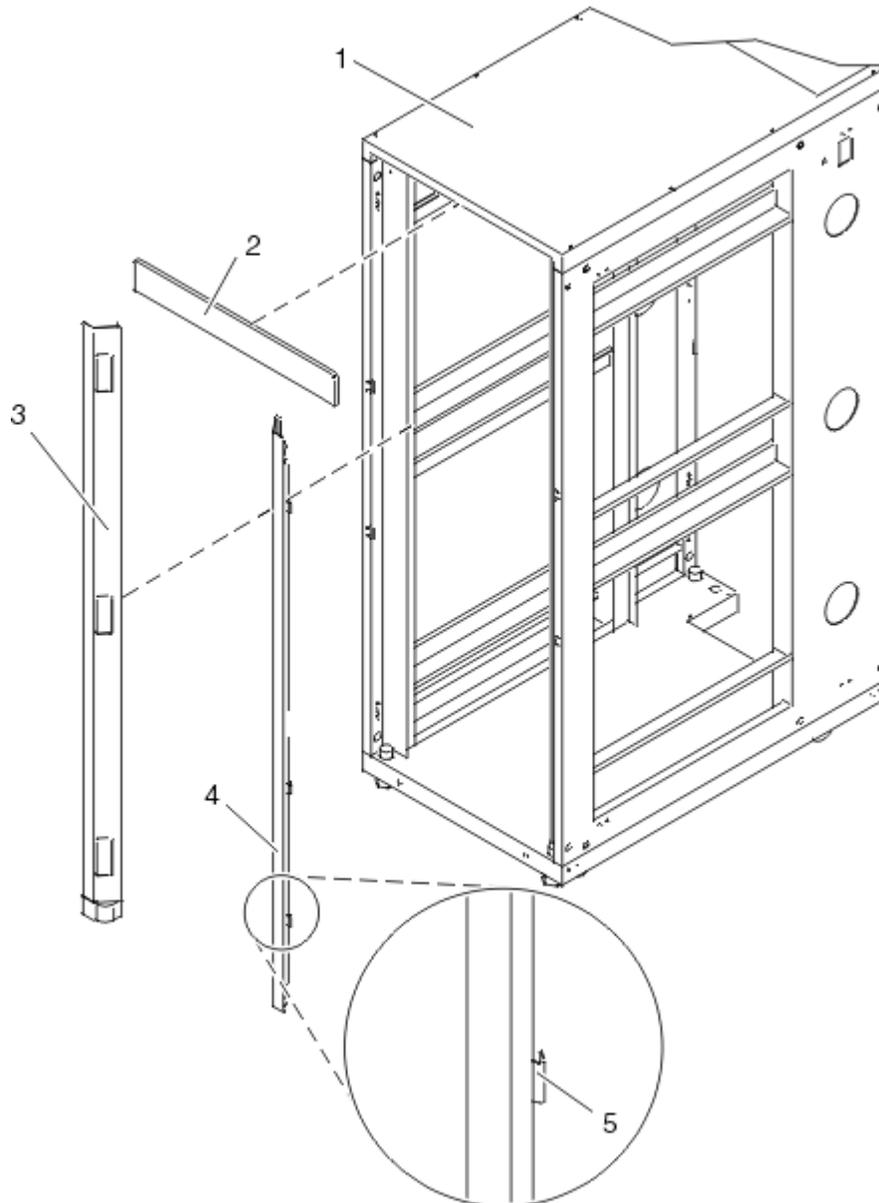

Figure 4. Retrait des panneaux d'habillage
2. S'ils sont en place, retirez les panneaux d'habillage haut, gauche et droit. Les panneaux d'habillage sont maintenus en place par des pinces de fixation. Voir Figure 4, à la page 6.